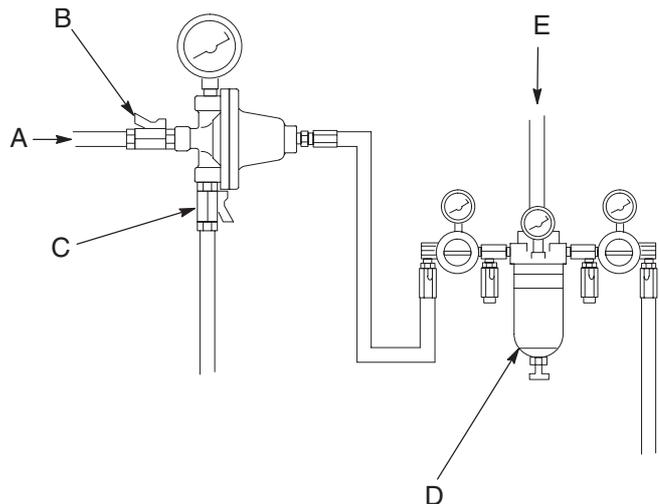

Fig. 2
1. Cierre el regulador: gire la llave de ajuste (1) en sentido contrario a las agujas del reloj para aliviar la tensión del muelle. Vea la Fig. 2.
1. Ponga en marcha la bomba y abra la válvula esférica de entrada del regulador (B) para admitir el fluido. Vea la Fig. 2.
1. Apague la bomba. Cierre la válvula esférica de la entrada de aire del regulador. Consulte la Fig. 2, en la página 5.